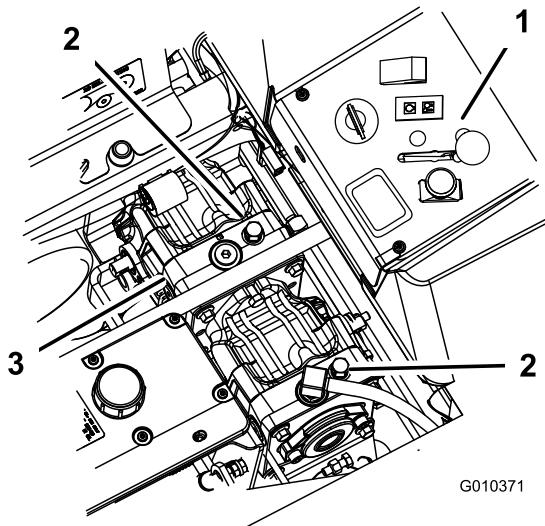

Figura 31
- Gire las válvulas de desvío una vuelta en sentido antihorario. Esto permite que el fluido hidráulico se desvíe alrededor de la bomba, dejando que las ruedas giren (Figura 31).
Gire las válvulas de desvío una vuelta en sentido horario para conducir la máquina (Figura 31).